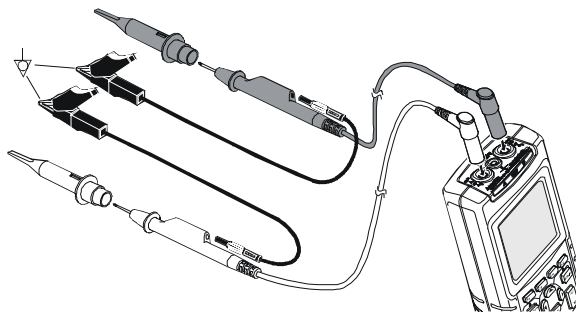

图 3-2. 用短的地线导线接地
- 请使用短的地线导线测量输入端口 **A** 和 **B** 上的直流或交流信号。（见图 3-2）